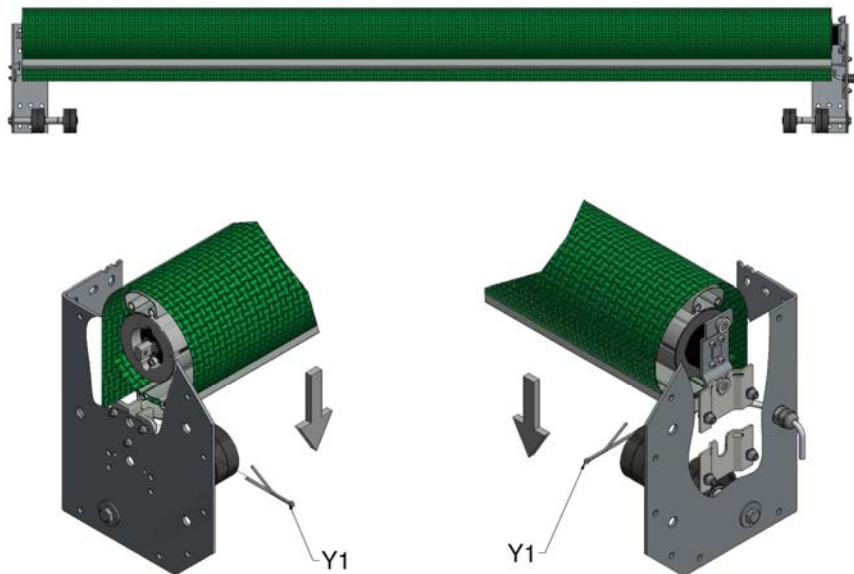

Abbildung 7: Positionierung des oberen Rohrs in die Halterungen (Abbildung zeigt rechtsseitigen Antrieb)
6. Sorgen Sie beim Anheben der Rolleneinheit auf die oberen Halterungen dafür, dass Sie die Federwelle und die Stifte am Motorkopf vollständig in das untere Teil der Aufnahmehalterungen einschieben (Abbildung 7). Mit den M4 Splinten (Y1) sichern (jedes Ende).